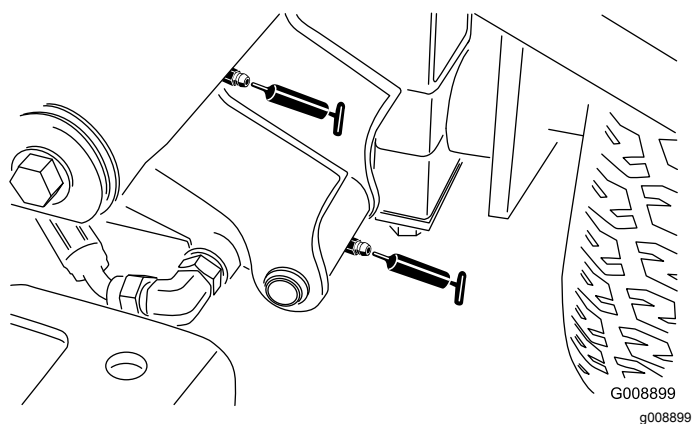

Figura 37
- 2 articulações dos braços de elevação dianteiros esquerdos e cilindro de elevação (Figura 37)